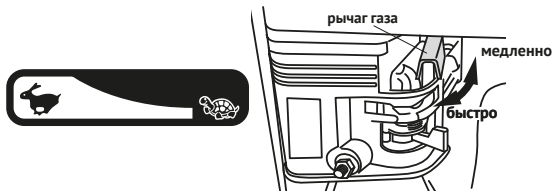

Рис. 8
При помощи рычага газа (рычаг управления дроссельной заслонкой, рис. 8) производится регулировка числа оборотов двигателя. Увеличение числа оборотов двигателя ведёт к увеличению производительности мотопомпы.
3. Переведите рычаг газа (рис. 8) из положения «МЕДЛЕННО», примерно на  $\frac{1}{3}$  по направлению к положению «БЫСТРО».
Для остановки двигателя переведите рычаг газа (рис. 8) в положение «МЕДЛЕННО», при котором двигатель будет работать на холостых оборотах. В таком режиме двигатель должен проработать 1–2 минуты.